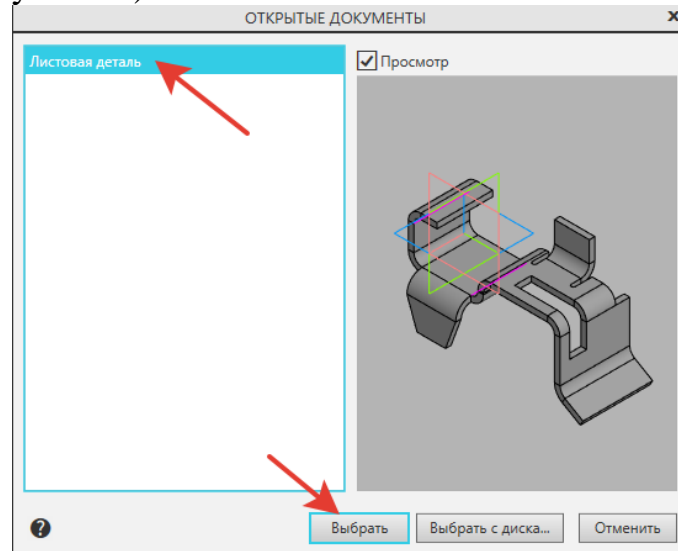

Рисунок 65.
33. На инструментальной панели *Виды* – выбрать  *Стандартные виды с модели*. Из открывшегося окна **Открытые документы** выбрать файл вашей модели (рисунок 65).